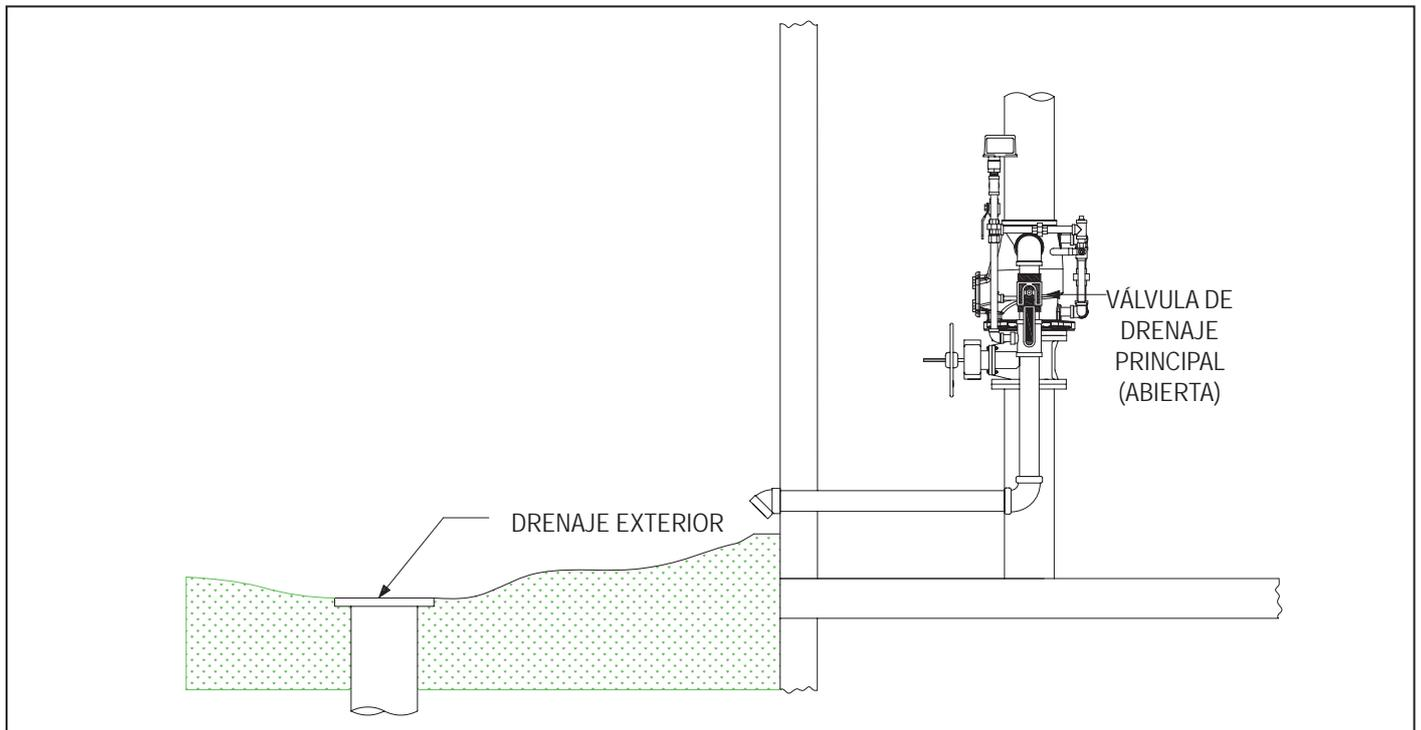

Figura 39
3. Asegurarse de que el drenaje del agua es el adecuado para el caudal total de la salida de la válvula principal de drenaje (Figura 39).